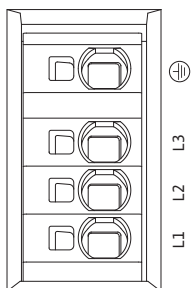

Fig. 33: Клеми живлення (клеми підключення до мережі)
- Клеми живлення (клеми підключення до мережі) (Fig. 33)